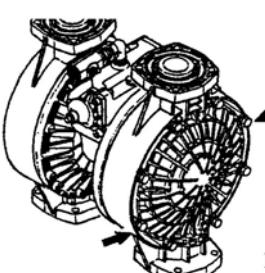

Fig.5.5
- Maak de 16 (20 op de TA-80) bouten van de pomp kamers los en verwijder de pomp kamers. [Fig. 5.5]